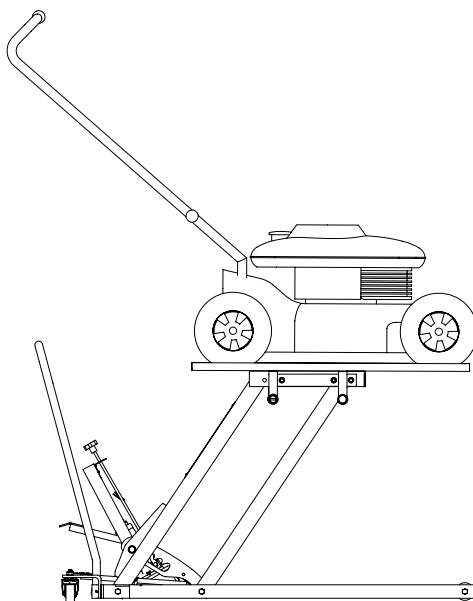

Figura 6: Posición de elevación final
2. Levante la elevadora para podadoras con la bomba hasta la altura de trabajo deseada (vea la figura 6).